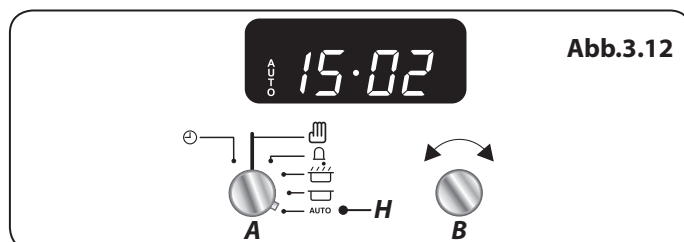

Abb.3.12
5. Drehen Sie den Einstellknopf Timer (A) in die Stellung Auto (H) (**Abb.3.12**). Wenn die aktuelle Uhrzeit und das Wort „AUTO“ auf dem Display angezeigt ist, schaltet sich der Herd ein bzw. aus.